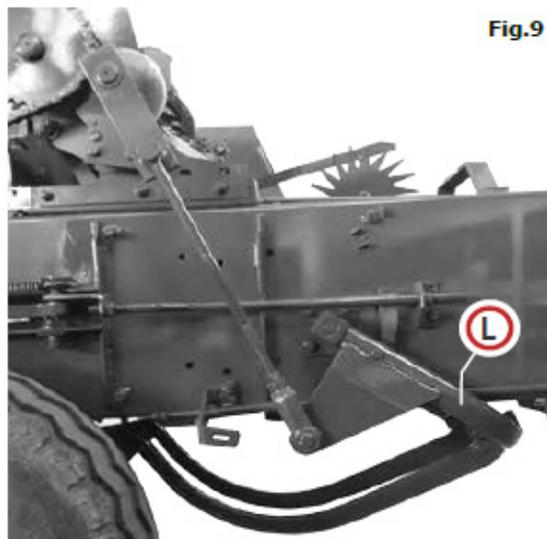

Fig.9
2. Jale el brazo de la aguja (L) a su posición de descanso (Fig. 9).